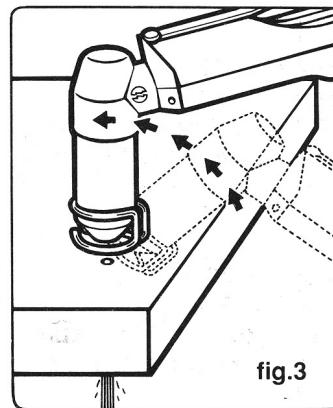

fig.3
- **en cas d'emploi manuel** (voir figure 3) tenir la torche en l'inclinant et la redresser lentement de telle sorte que le métal fondu ne soit pas éclaboussé sur la buse.